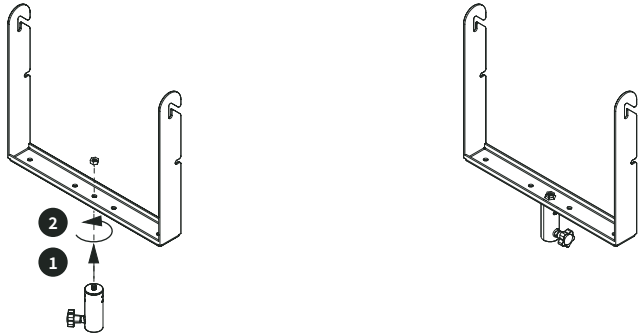

图6. PS 35转接件安装到SMX 12UB U型架上。
9. 轻推U型架，使旋转把手的位置在U型架的“位置B”，参考图6，随后拧紧把。
11. 使用SMX 12两侧的把手将音箱抬起，并将U型架与支撑杆固定，详见图6。